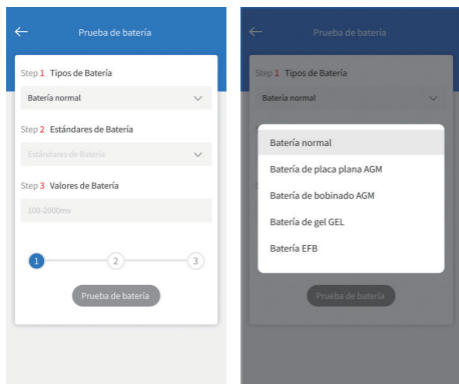

Figura 4.1.1
2. Seleccione el tipo de batería correspondiente (consulte la Figura 4.1.1). El tipo de batería específico generalmente se enumera en la etiqueta de la batería.